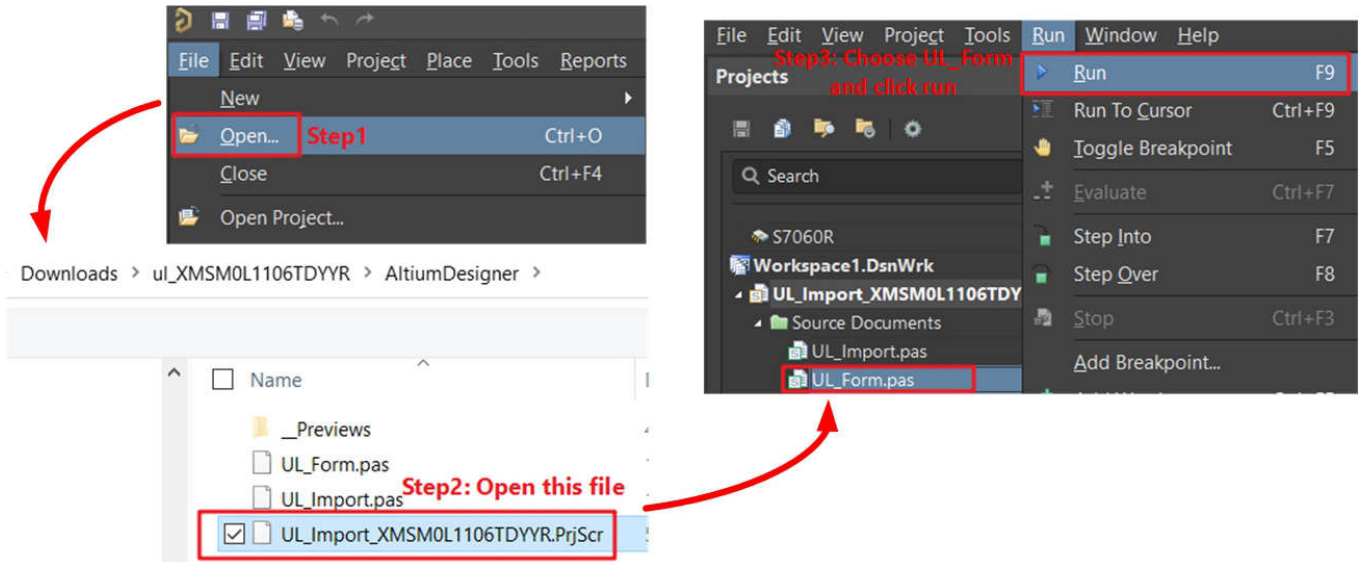

图 8-14. 运行 Altium Designer 脚本
4. 运行 Altium Designer 脚本，如图 8-14 所示。